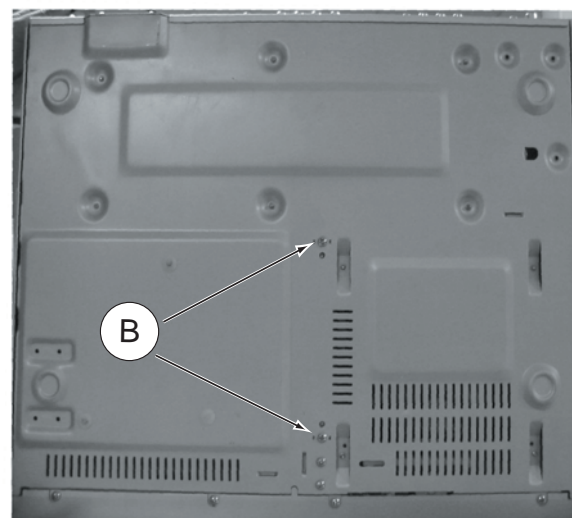

Figura 5
1) Solte os 2 parafusos “B” inferiores da tampa como mostra a figura 5.